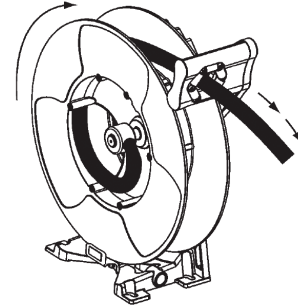

Fig.15
- Pull the hose out and let the hose reel latch (Fig. 15).
- Tire de la manguera hasta que quede trincada en el enrollador (Fig. 15).